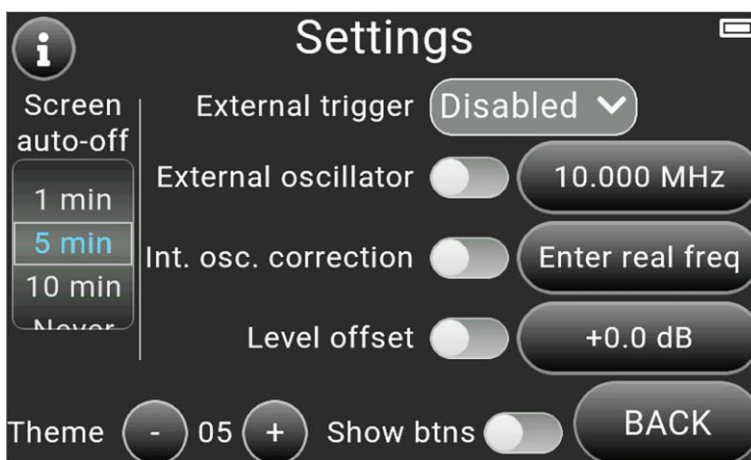

Рисунок 10.9 – Меню дополнительных опций
10.7.1. Войдите в меню дополнительных опций **Settings**, нажав кнопку  на экране прибора (Рис. 10.9).
10.8.1. Войдите в меню дополнительных опций **Settings**, нажав кнопку  на экране прибора (Рис. 10.9). По умолчанию опция управления внешним триггером **External trigger** отключена **Disabled**.
10.9.1. Войдите в меню дополнительных опций **Settings**, нажав кнопку  на экране прибора (Рис. 10.9). Переключение внешнего и внутреннего источника опорного сигнала производится «слайдером» **External oscillator**. Установите значение частоты внешнего опорного сигнала.
10.10.1. Войдите в меню дополнительных опций **Settings**, нажав кнопку  на экране прибора (Рис. 10.9). Включение режима корректировки частоты выходного сигнала производится «слайдером» **Int. osc. correction**. Установите реальное значение частоты выходного сигнала. Разница между текущим значением частоты и вводимым эталонным не должна превышать $\pm 0,1\%$ (1000 ppm) от текущей частоты. В противном случае появляется сообщение о невозможности применения данной корректировки.
10.11.1. Войдите в меню дополнительных опций **Settings**, нажав кнопку  на экране прибора (Рис. 10.9). Включение смещения уровня мощности выходного сигнала производится «слайдером» **Level offset**. Задайте значение смещения уровня мощности. При подключении аттенюатора используйте отрицательные значения смещения, например -10, -20 и т.п., а при подключении усилителя – положительные значения, например +10, +20 и т.п.
10.12.1. Войдите в меню дополнительных опций **Settings**, нажав кнопку  на экране прибора (Рис. 10.9). Переключение тем оформления экранного интерфейса осуществляется кнопками